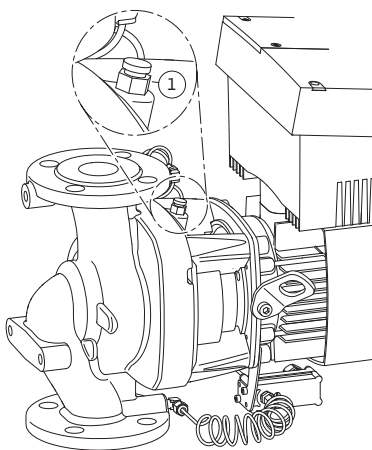

Fig. 47: Обезвъздушителен вентил
- Обезвъздушете помпите посредством развиване на обезвъздушителните вентили (Fig. 47, поз. 1). Работата на сухо разрушава механичното уплътнение на помпата. Датчикът за диференциално налягане не бива да бъде обезвъздушаван (опасност от разрушаване).